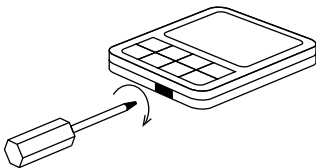

Рис. 8.
2. Как показано внизу на рис. 8, используйте отвертку с плоской головкой, чтобы слегка поддеть нижний паз проводного контроллера (слишком большое усилие может повредить печатную плату), подденьте с вращением, чтобы открыть заднюю крышку.